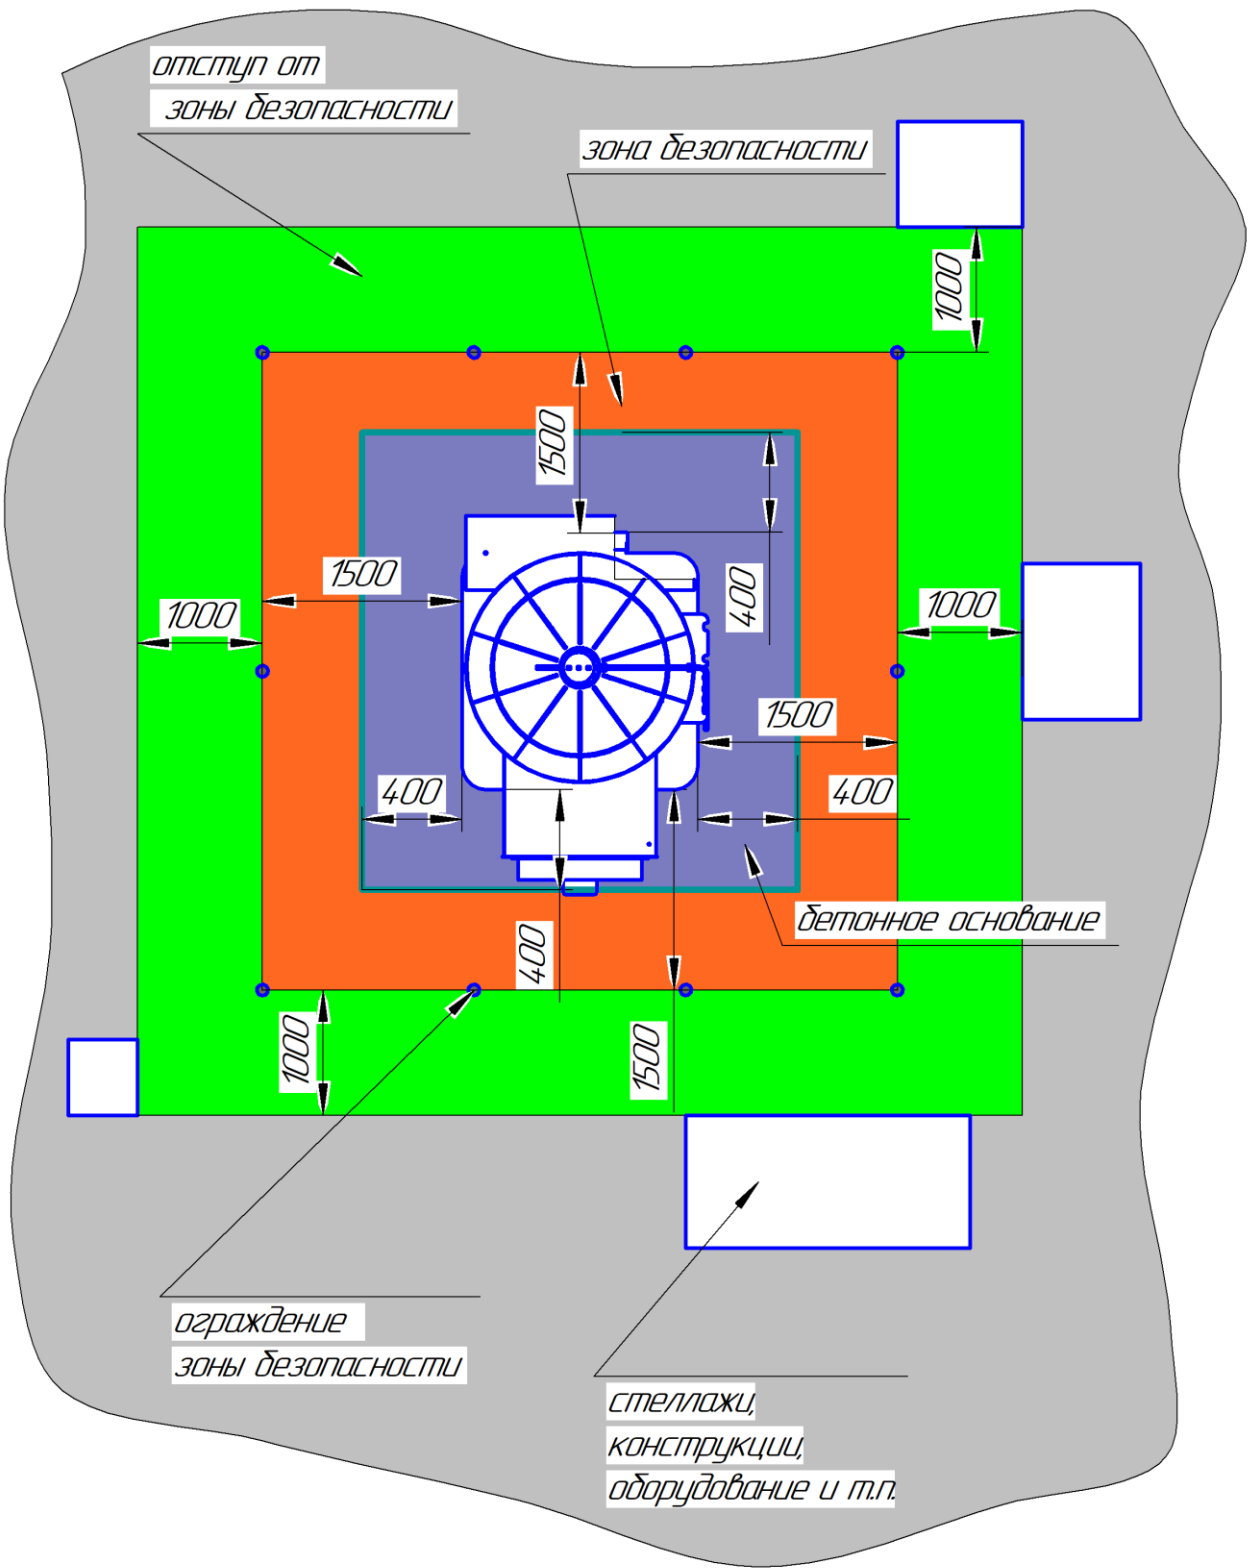

Рис.6
6.4.1 Теплогенератор устанавливается только на **несгораемое бетонное основание высотой не менее 100мм**, размерами не менее, чем на 400 мм от горизонтальной проекции теплогенератора. (рис.6)
6.4.2 На расстоянии не менее 1500 мм от горизонтальной проекции тепловентилятора должна быть зона безопасности, огражденная легко съёмными конструктивными элементами (стойки с сеткой рабица, декоративные решетки и т.п.) высотой 1200 мм, не затрудняющими обслуживания теплогенератора. В зоне безопасности не должно быть сгораемых материалов, в том числе дров. (рис.6)
Размещение теплогенератора в помещении показано на рис. 6